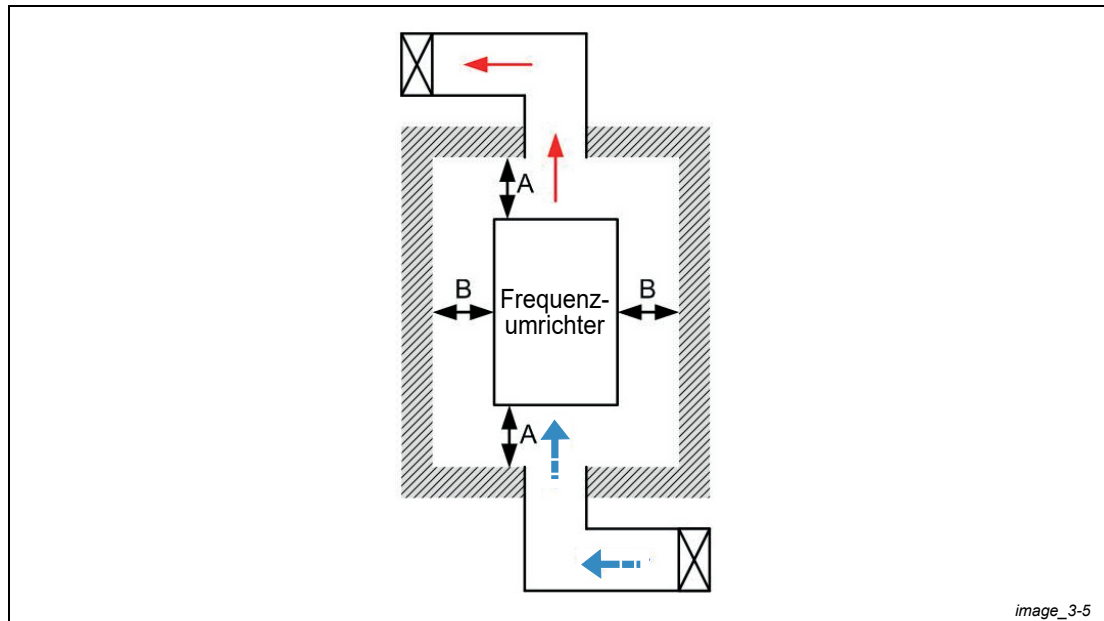

Abb. 3-4: Minimale Montageabstände (4)
- Die in der Abbildung (Abb. 3-4) angegebenen Montageabstände gelten für den Einbau des Frequenzumrichters in einem offenen Bereich. Beachten Sie bitte die folgenden drei Regeln, wenn Sie den Frequenzumrichter in einen geschlossenen Raum (wie einen Schaltschrank oder Schaltkasten) einbauen:
- ① Halten Sie die minimalen Montageabstände ein.
- ② Sorgen Sie durch zusätzliche Kühlventilatoren bzw. Kühlgeräte für eine ausreichende Wärmeabfuhr, damit die Umgebungstemperatur des Frequenzumrichters kleiner als die zulässige Betriebstemperatur ist.
- ③ Beachten Sie die Einstellungen der Parameter Pr. 00-16, Pr. 00-17 und Pr. 06-55.